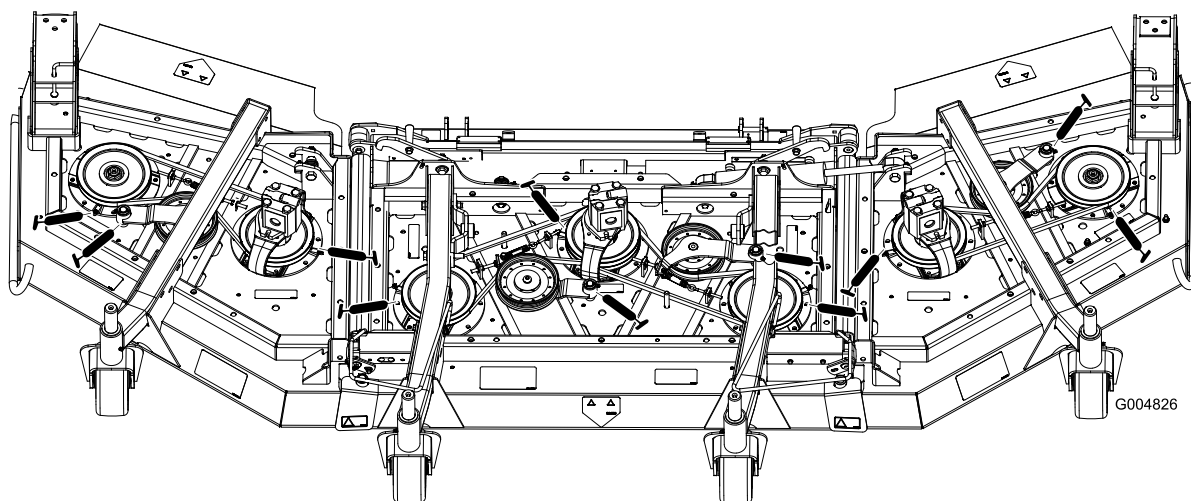

**Figura 64**
Pivote del enganche (2) (Figura 64)